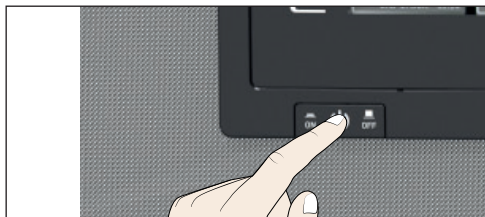

Bild 23 Enhet stängs av
4. Stäng av enhet med huvudbrytaren (Bild 23).